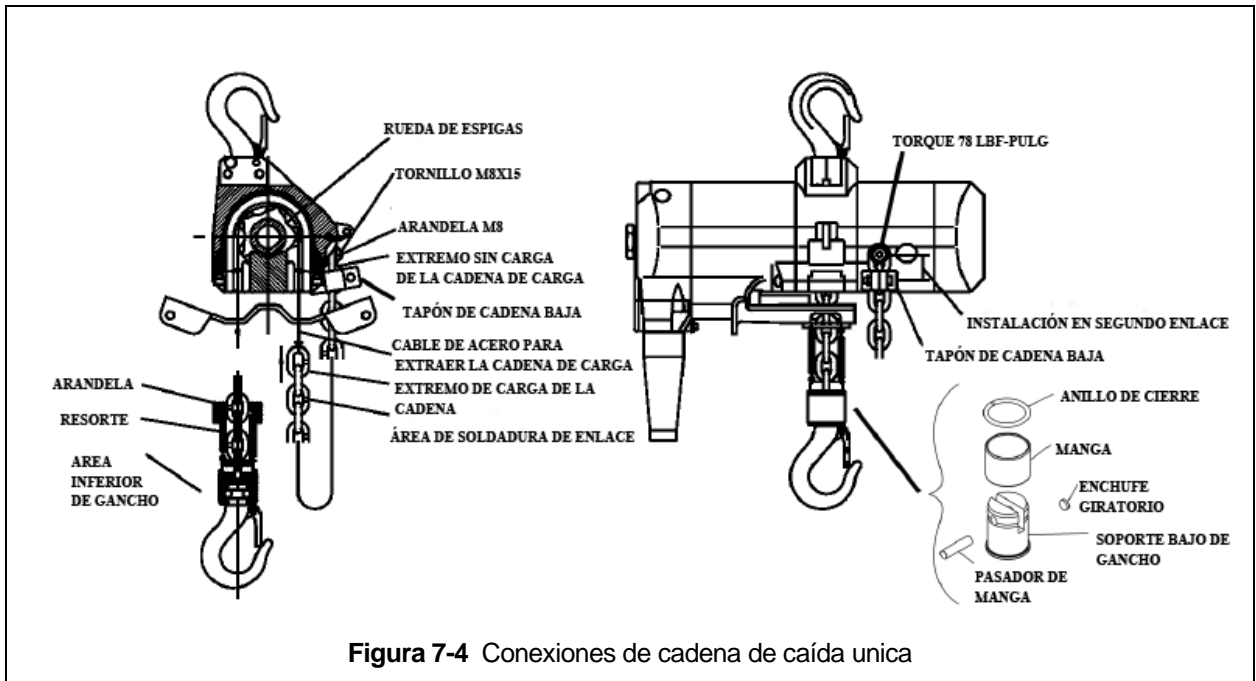
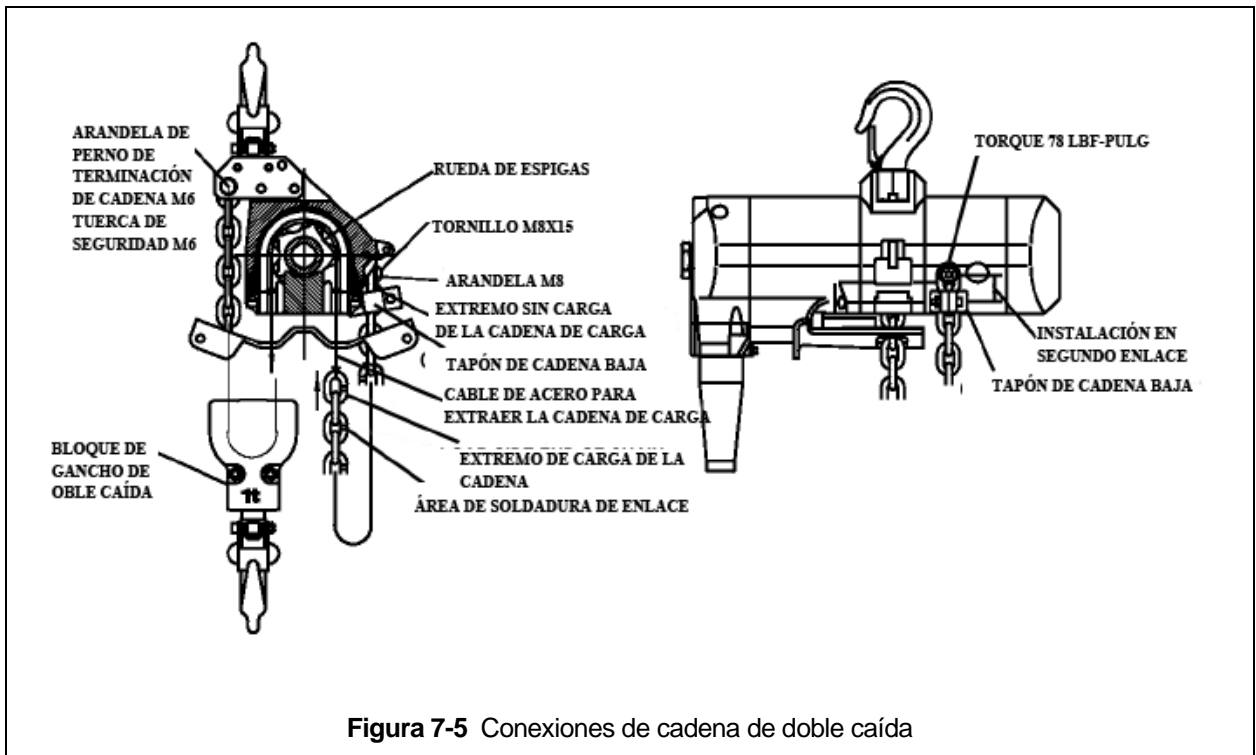

Figura 7-4 Conexiones de cadena de caída única
Figura 7-5 Conexiones de cadena de doble caída
- 7) Asegúrese de que la cadena permanezca libre de torceduras y fije el extremo sin carga de la cadena al cuerpo del polipasto con la arandela plana y el tornillo de cabeza de botón. Vuelva a instalar el juego completo del gancho inferior. Apriete el tornillo de cabeza de botón a 78 lbf-in. Consulte la figura 7-4 y la figura 7-5. Instale el tope de cadena en el segundo eslabón desde el extremo sin carga. Consulte la figura 7-2, a continuación.